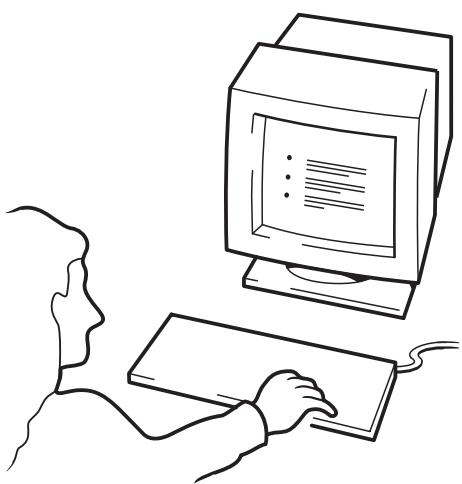

Figura 10c: utilizzo di HP OBDR, fase 3
- 3 Seguire le istruzioni visualizzate per configurare il sistema operativo (vedere la Figura 10c). Le istruzioni variano in base al software utilizzato per il backup. Di solito è sufficiente accettare le risposte predefinite per tutte le richieste di impostazioni e limitarsi a premere <Invio>.